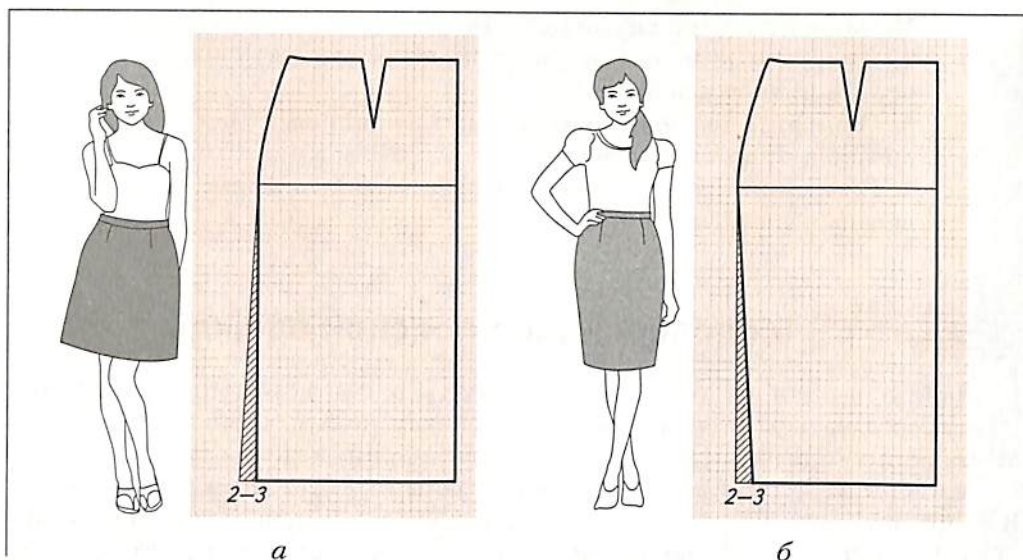

Рис. 37. Расширение (а) и заужение (б) юбки за счёт линии бока
1. Юбка немного расширена (или заужена) за счёт линии бока. Для расширения на выкройке как переднего, так и заднего полотнища нужно продлить линию низа вбок на 2–3 см. Полученную точку соединить с линией бёдер (рис. 37).